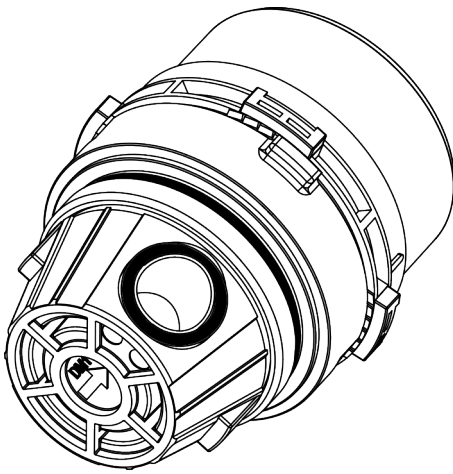

Abbildung 20. Dichtung DM1
2. Korrekten Sitz des O-Rings an der Auslassseite der Strömungsumlenkung prüfen und ggf. korrigieren (Abb. 20).